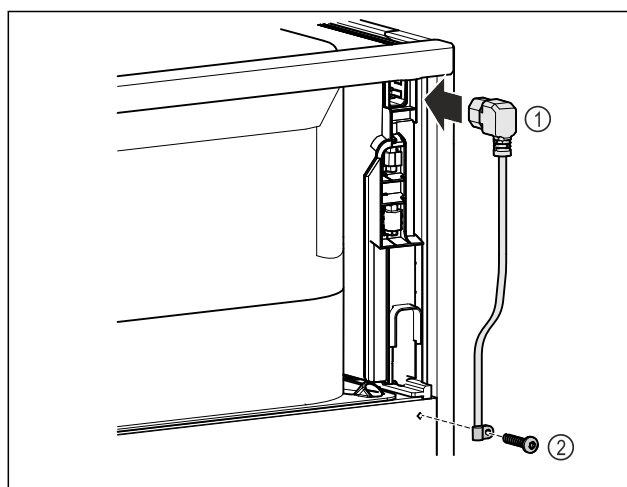

Fig. 11
- ▶ Ievietojiet tīkla pieslēguma vada vājstrāvas ierīces ligzdu Fig. 11 (1) ierīces aizmugurē.
- ▶ Uzstādiet nostiepuma atslogošanas palīgierīci. Fig. 11 (2)